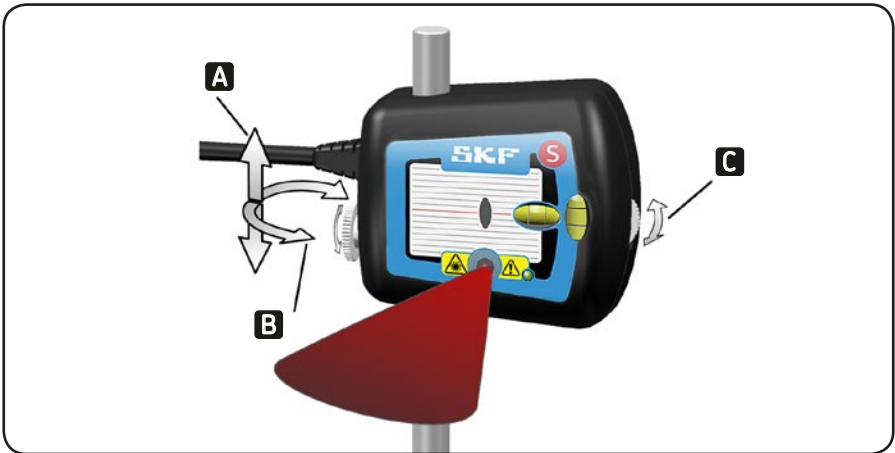

图10. 激光调节
- c) 精调时，松开位于测量单元侧面的锁紧螺母（见图10），这样测量单元可以沿着支撑杆上下滑动或左右旋转，对垂直方向上的微调，请使用测量单元上的调节旋钮。